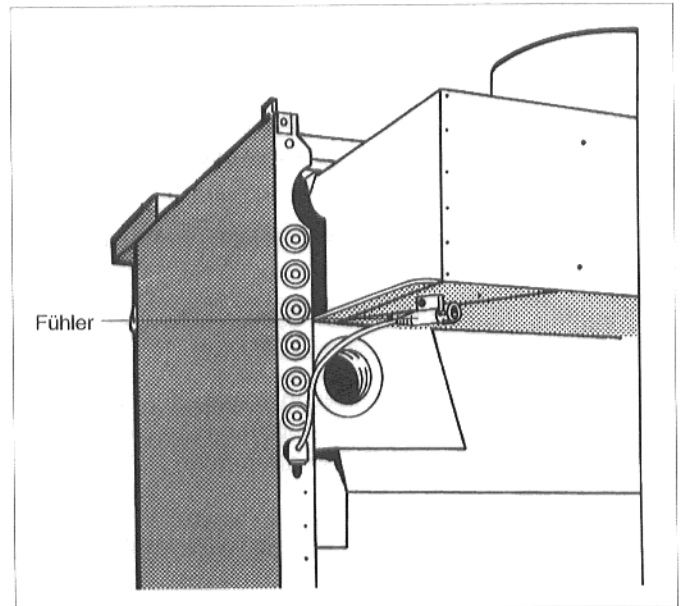

Abb. 17: Fühler Abgasüberwachung an G_224 L
- Abgastemperaturfühler von der Strömungssicherung abschrauben (Abb. 17).